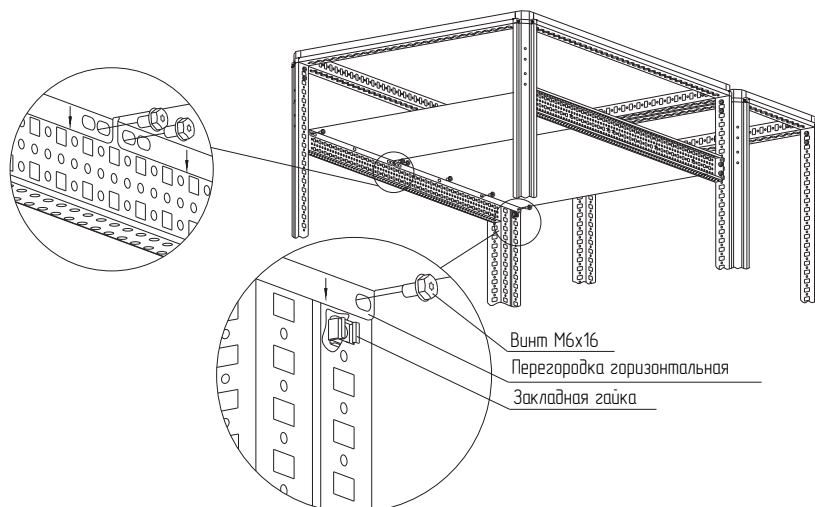

Рисунок 57
– вариант 2. Установить закладные гайки в квадратные отверстия реек монтажных тип В. Расположить перегородку горизонтальную для распределительных шин между рейками монтажными тип В и закрепить винтами М6×12 и шайбой 6 (рисунок 57). Момент затяжки – 7 Н·м. Метизы в комплект поставки не входят;